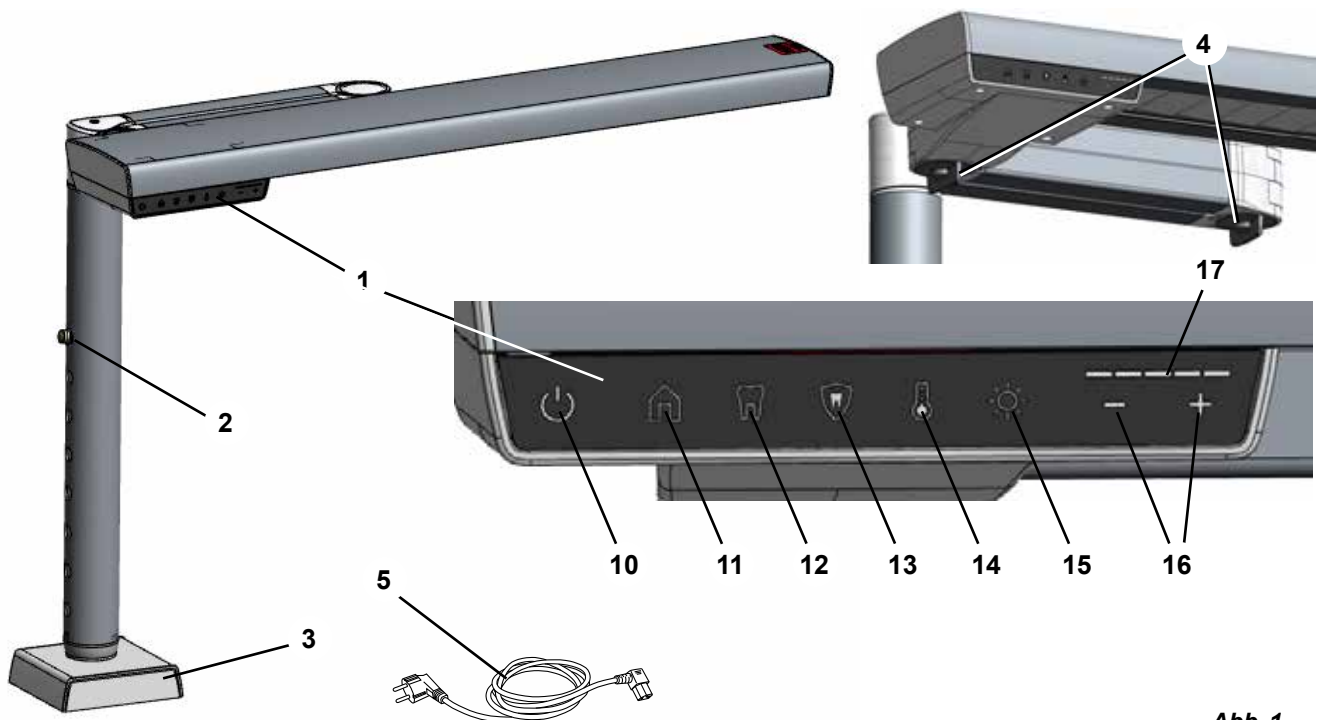

Abb. 1
- ⇒ Arretierung der Höhenverstellung (2, Abb. 1) eindrücken und Innenrohr am Sockel bis zur maximalen Position herausziehen.
Um den geeigneten Befestigungsort zu ermitteln, lösen Sie die Gelenkarretierung (4, Abb. 1) und prüfen Sie, dass Sie die Arbeitsplatzleuchte in die zuvor beschriebene, optimale Position (Kap. 4.2.1) bewegen können.
- ♦ Die Taste Helligkeit (15, Abb. 1) wird beleuchtet.
- ♦ In der Intensitäts - Anzeige (17, Abb. 1) wird der aktuelle Wert der Helligkeit angezeigt.